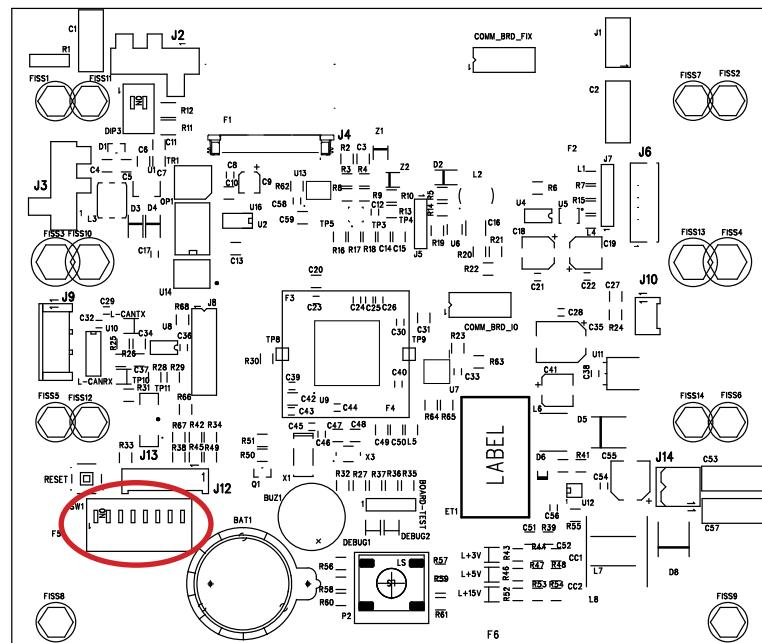

Fig. 11
Terminada la instalación del kit art. 502, es necesario habilitar el reconocimiento del kit en la tarjeta panel (50) colocando el DIP switch 5 del banco SW1 en ON (fig. 11)